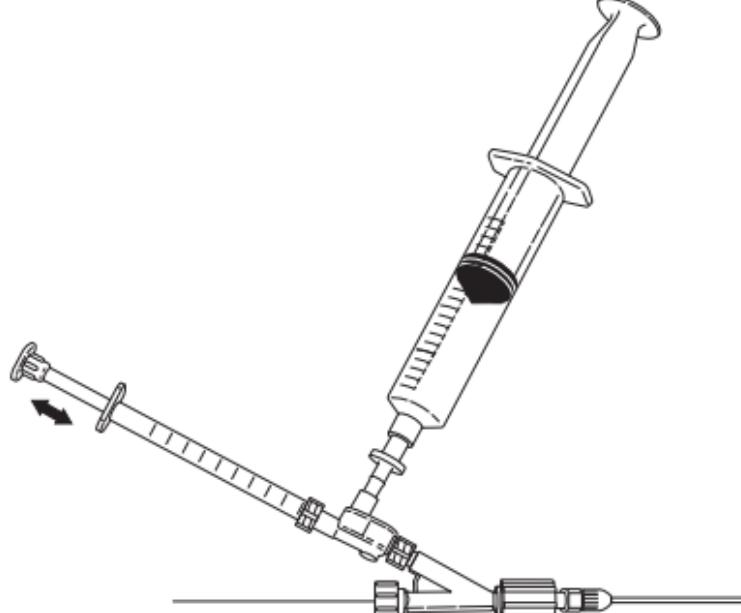

Fig. 8
10. Infundera lösning genom att dra upp önskad dos i 1 ml-sprutan och injicera. Fyll på 1 ml-sprutan och upprepa infusionstekniken enligt behov. (Fig. 8)